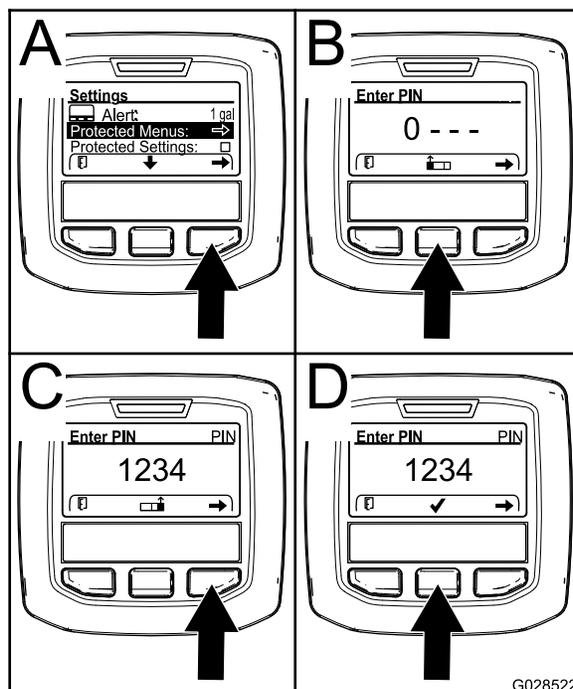

图24
3. 按右侧选择按钮可选择受保护菜单 图24。
- 按中间选择按钮 图24 中的 B 可增加数值 09。
- 按右侧选择按钮 图24 中的 C 可将光标移至右边的下一个数值位置。
- 注意** 核选标记图标将显示在中间选择按钮的上方 图24 中的 D。
6. 按中间选择按钮 图24 中的 D 输入密码。